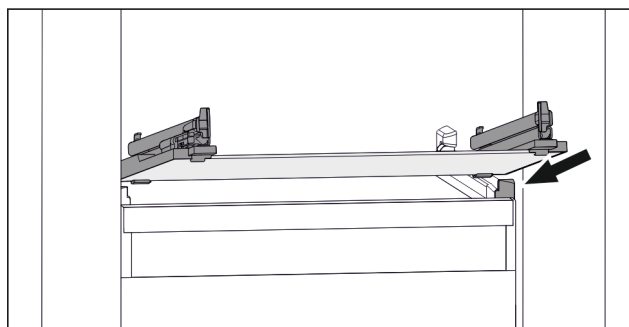

Fig. 40 Příklad znázornění skleněné desky
- ▶ Nasadte skleněnou desku šikmo za zářezky. (viz Fig. 40)